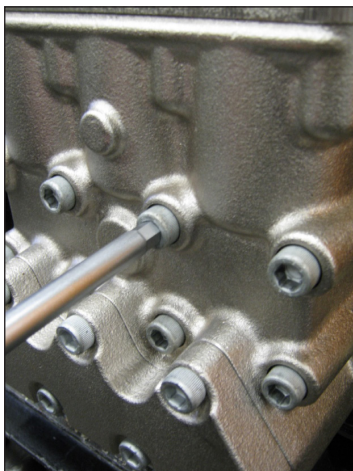

Fig. 20
A) Svitare le viti fissaggio testata M12x150 come indicato in Fig. 20.